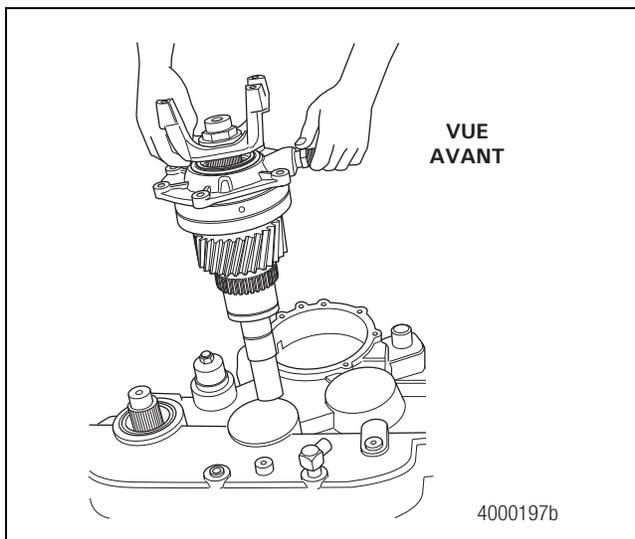

Figure 4.3
8. Retirer le logement de roulement d'arbre d'entrée et l'arbre d'entrée de la boîte de transfert. Si nécessaire, utiliser un extracteur de chape ou un dispositif de levage approprié. En cas de difficulté, utiliser un outil approprié pour décoller sans endommager le logement de roulement d'arbre d'entrée de la boîte de transfert. Figure 4.3.